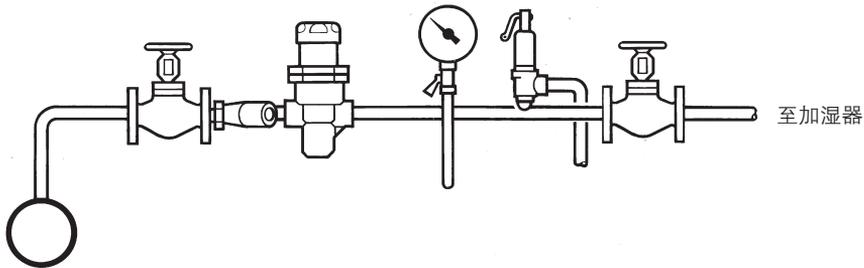

图18 斯派莎克BRV2减压站布置，适用于蒸汽干度较高，蒸汽量较低及较少出现临界压力的应用
- 3.9.1** 要确保供给加湿器的蒸汽尽可能干燥，并且整个系统疏水充分。加湿器上游管道没有冷凝水积聚的低点。见图18。
- 3.9.2** 供给加湿器的蒸汽应维持在恒定压力下，以确保设计条件能得到满足。这要求在加湿器前安装减压站，典型的减压站布置如图18和19所示。